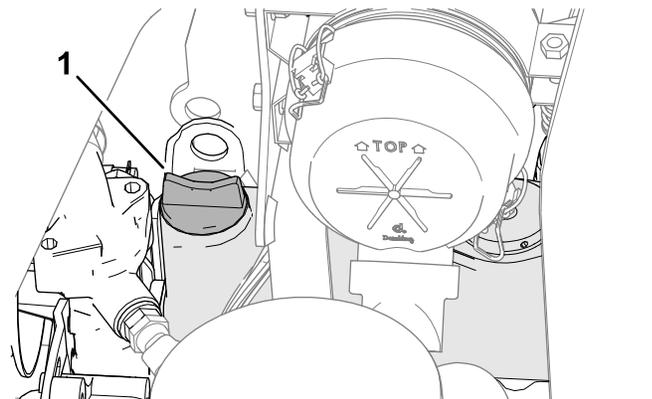

Figure 69
5. Si le niveau est trop bas, retirez le bouchon de remplissage (Figure 69) et versez progressivement de petites quantités d'huile, en vérifiant fréquemment le niveau, jusqu'à ce que l'huile atteigne le repère maximum sur la jauge.